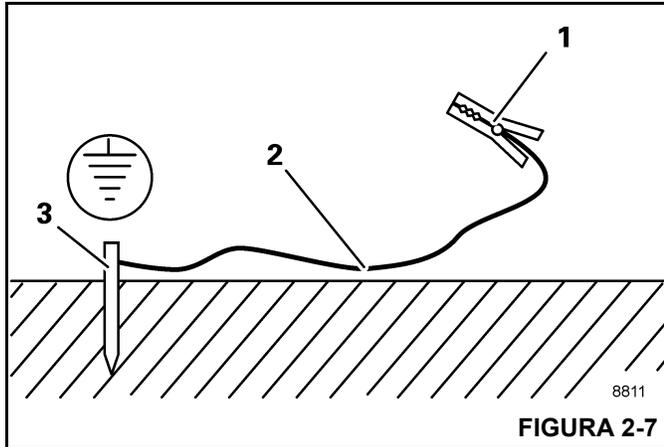

FIGURA 2-7
1. Entierre una varilla de metal (3, Figura 2-7) [de aproximadamente 2.0 m (6.6 pies) de largo] al menos 1.5 m (5 pies) en el suelo.
2. Humedezca la tierra alrededor de la varilla de metal (3) para obtener una mejor conductividad.
3. Sujete con abrazadera un cable aislado (2) a la varilla metálica (3), sección transversal de por lo menos 16 mm² (0.025 pulg²).
4. Conecte el extremo libre del cable con una abrazadera (1) a un lugar del marco que sea buen conductor eléctrico.